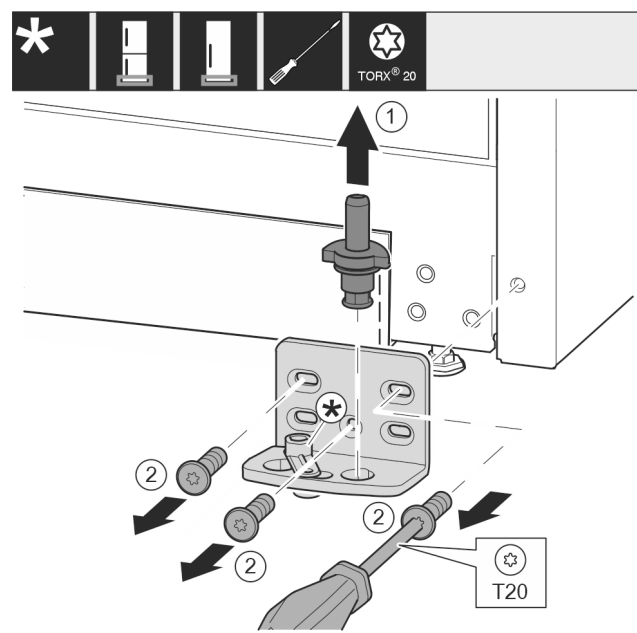

Fig. 22
- ▶ Ležajni sornik v celoti izvlecite navzgor. Fig. 22 (1)
- ▶ Vijake odvijte z izvijačem T20 in snemite ležajni podstavek. Fig. 22 (2)